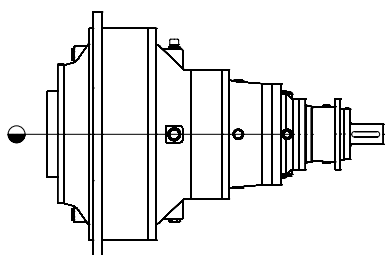
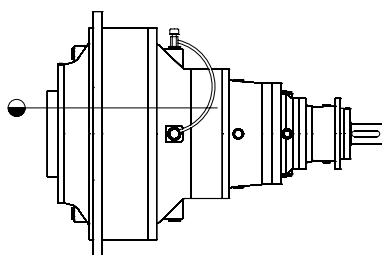

Fig. 7
Fig. 8
En caso de montaje horizontal del reductor, el nivel indispensable para garantizar una buena lubricación coincide con la línea media, Fig. 7. En las aplicaciones en las que la velocidad de rotación de salida es muy baja ( $n_2 \leq 5$  rpm) el nivel se debe fijar 50 a 100 mm más arriba. Fig. (8).
No caso de montagem horizontal do reductor, o nível normal para garantir uma lubrificação correta está colocado na linha central (fig. 7). Para aplicações com velocidades de rotação muito baixa na saída ( $n_2 \leq 5$  rpm) é aconselhável fixar o nível a uma quota superior de 50 a 100 mm. (Fig. 8).